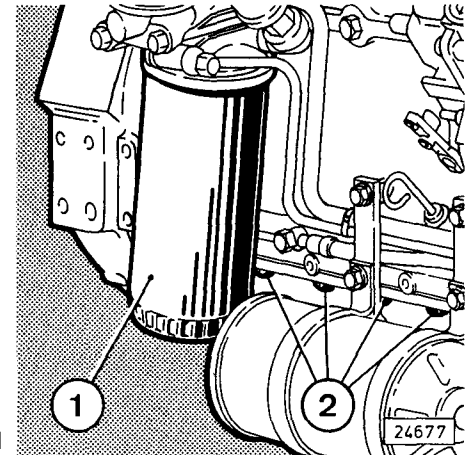

Fig. 31
(item 1, Fig. 31). See pages 114/115.